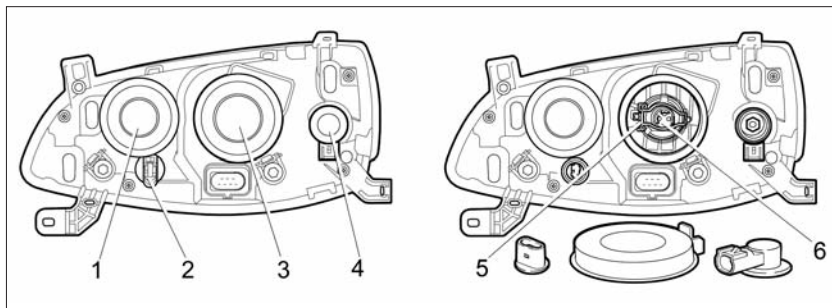

Рис. 63. Блок-фара
- снимите защитную резиновую крышку 3 (рис. 63);